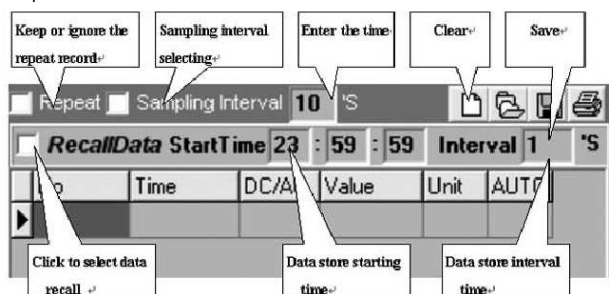

**Рис.1**
**D. Графическая область (рис. 1)**